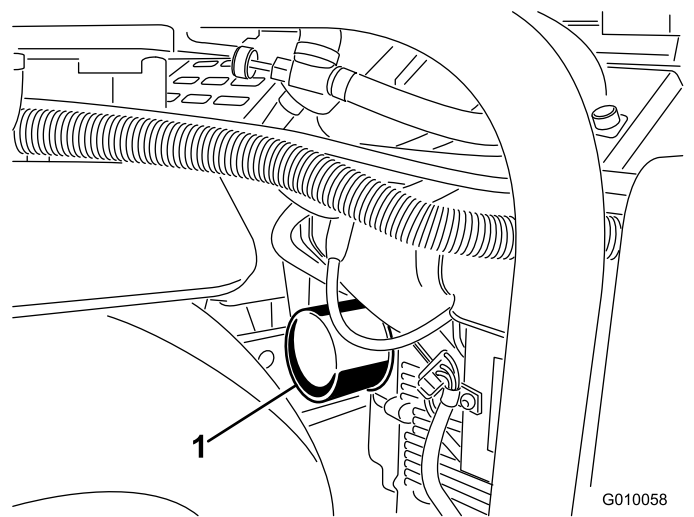
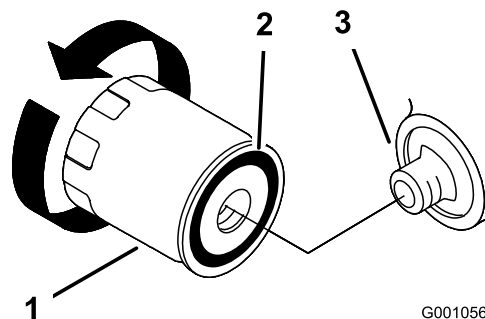

图 45
图 46
5. 在滤清器下面放一个浅盘或抹布，接住机油（图 45）。
6. 拆下旧滤芯（图 45和图 46），并擦拭滤芯安装座垫片的表面。